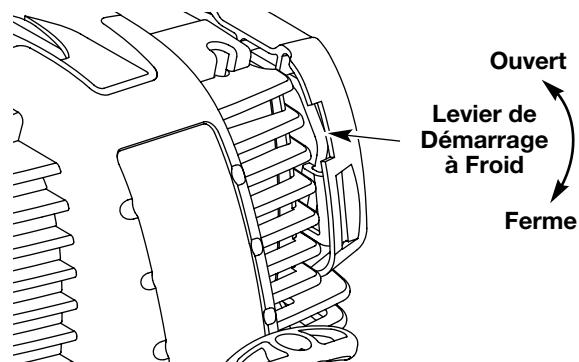

Fig. 12
**SI FROID...** Par temps froid (sous 4°C/ 40°F), faites pivoter le levier de démarrage (Fig. 12) par temps froid en position ouvert.